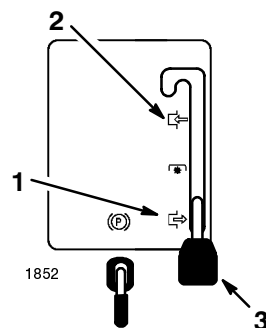

Abbildung 7
3. Den Mähwerkbetätigungshebel auf "AUSGEKUPPELTE" Position stellen (Abb. 7).